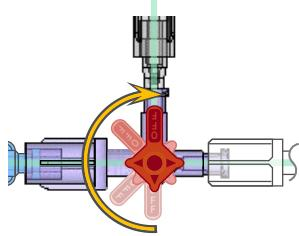

Bild 8 – Systemförbikoppling (besparing AV)
- a. För att kringgå DyeVert Power XT-systemet (dvs. ingen avledning) vrid DyeVert Power XT-kranen till AV (se bild 8). Power XT System ska förbikoplas i följande fall: saltlösningsspolning av katetrar eller läkemedelstillförsel.